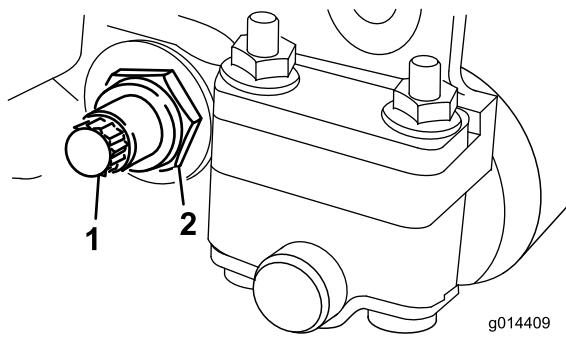
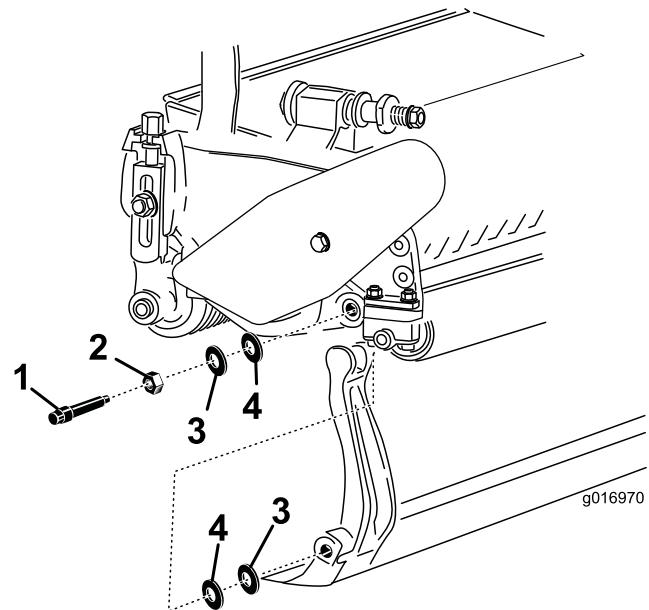

図 17
図 18
- ベッドバー・ボルト（図 17）を固定しているロックナット（機体両側）をゆるめる。
- 各ベッド・バー・ボルトを抜いてベッド・バーを下に引き抜いて外す（図 17）。ベッドバーの両端にナイロンワッシャとスチールワッシャが2枚ずつあるので注意する（図 18）。
- ベッドバー・ボルト（とボルトについているナット）とワッシャ4枚（全部で8枚）で、ベッドバーを各サイドプレートに固定する。サイドプレートのボスの両側にナイロンワッシャを入れる。その外側からスチール製ワッシャを取り付ける（図 18）。